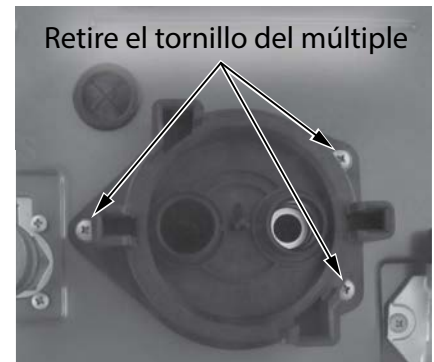

Figura 249 - Retire los tornillos del múltiple.
- 16** Ubique los tres (3) tornillos que fijan el múltiple del cartucho en el lado inferior del gabinete del calentador de agua, como se muestra en la Figura 249. Use un destornillador Phillips para retirar los tornillos. Deje los tornillos a un lado en un lugar seguro para volver a instalarlos.